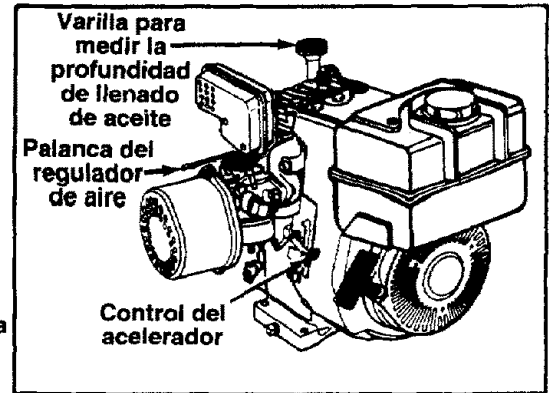

FIGURA 4.
- Mueva la palanca de control del acelerador a la posición OFF (APAGADO). Vea la figura 4.